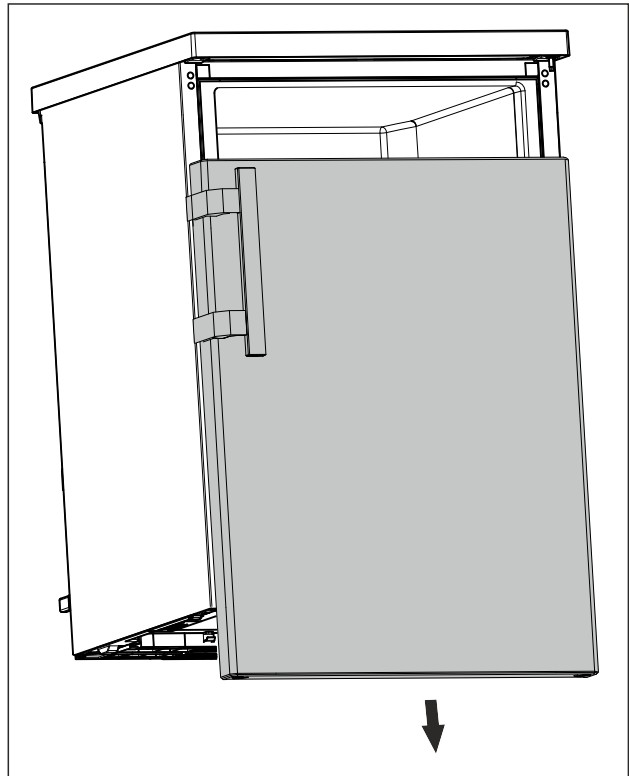

Fig. 14
- Сваляте вратата надолу. (виж Fig. 14)